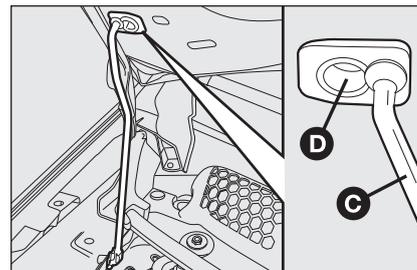

fig. 98
- levante el capó y, al mismo tiempo, libere la varilla de sostén **C-fig. 98** de su dispositivo de bloqueo; luego introduzca el extremo en el alojamiento **D** del capó.
- sostenga levantado el capó con una mano y con la otra quite la varilla **C-fig. 98** del alojamiento **D** y vuelva a introducirla en su dispositivo de bloqueo;